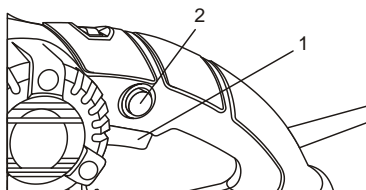

Fig. 7
Le bouton de verrouillage (2) sert à verrouiller l'interrupteur à gâchette MARCHE/ARRÊT en position de MARCHE (Fig. 7), ce qui permet de réduire la fatigue lorsque vous utilisez l'outil pendant des périodes prolongées.
1. Pour verrouiller l'interrupteur en position de MARCHE, appuyez d'abord sur la gâchette (1) pour mettre l'outil en MARCHE.
2. En même temps, enfoncez le bouton de verrouillage (2) dans la poignée.